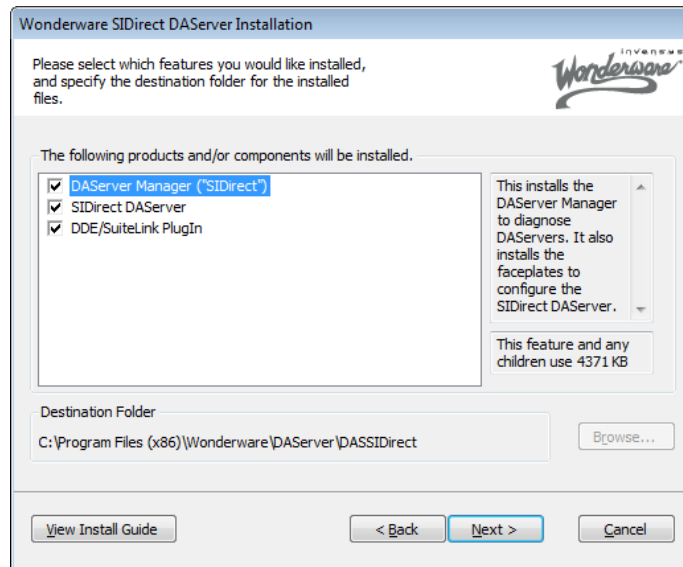

Figura 7. Productos seleccionados en la instalación de SIDirect DAServer
- Instalar todos los componentes (ver Figura 7).